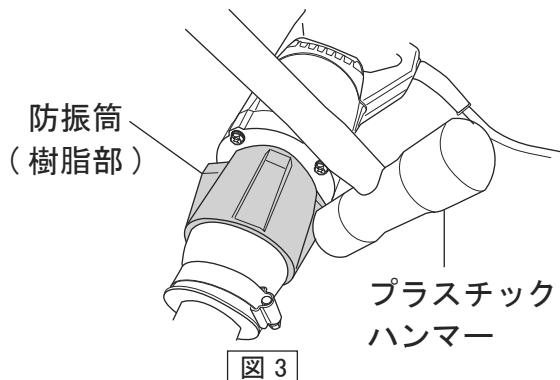

図3
- プラスチックハンマーで防振筒の樹脂部をたたき防振筒および振動筒ケースを外す。(図3)
- プラスチックハンマーで防振筒の樹脂部をたたいてねじ込み、防振筒とモーターを固定する。(図3)(防振筒のネジは左ネジです。)